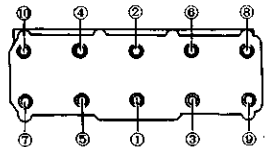

图 2-28 气缸盖螺栓
4) 按照如图 2-28 的顺序以  $40\text{N}\cdot\text{m}$  的力矩拧紧气缸盖螺栓, 然后用扳手再拧紧  $180^\circ$